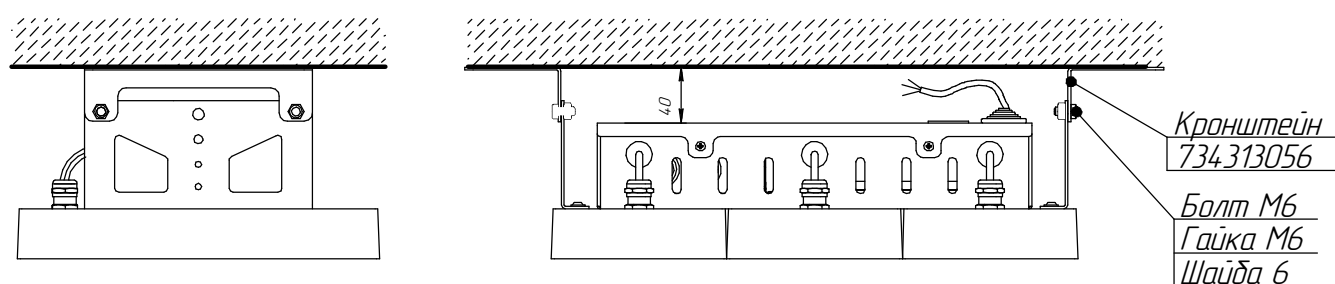

Рисунок 4 - Схема установки светильника (110-270 Вт) на потолок с помощью кронштейна 734313056.
5.4.2 Закрепите к кронштейнам 734313056 светильник с помощью комплекта крепежа, входящего в комплект (рис. 4).